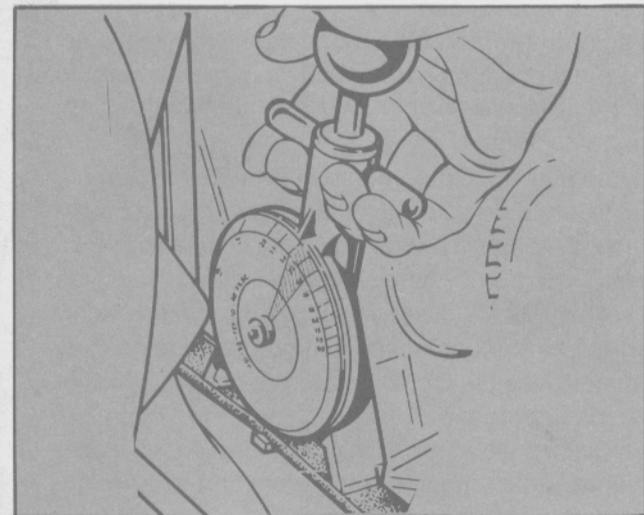

Fig. 30 - Control de la tensión de la correa de mando.
- Ajustar definitivamente la correa de acuerdo a lo indicado en el punto 2.7 de este Capítulo (Fig. 30).